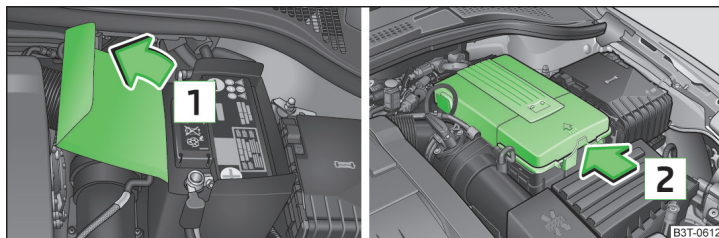

Fig. 166 Compartimentul motor: Capacul din poliester al bateriei autovehiculului/Capacul din material plastic al bateriei autovehiculului
Bateria se află în compartimentul motor în spatele unui capac din poliester **1** » fig. 166 respectiv din plastic **2** » fig. 166 sau în compartimentul lateral stânga al portbagajului » pagina 101.
Marginea capacului din poliester **1** » fig. 166 intră între baterie și peretele lateral al capacului, atunci când se efectuează lucrări la baterie. ▶
► Deschideți capacul bateriei în sensul indicat de săgeata [1], respectiv apăsați dispozitivul de blocare de pe lateralul capacului bateriei în sensul săgeții [2] ► fig. 166, rabatați capacul în sus și îndepărtați-l.